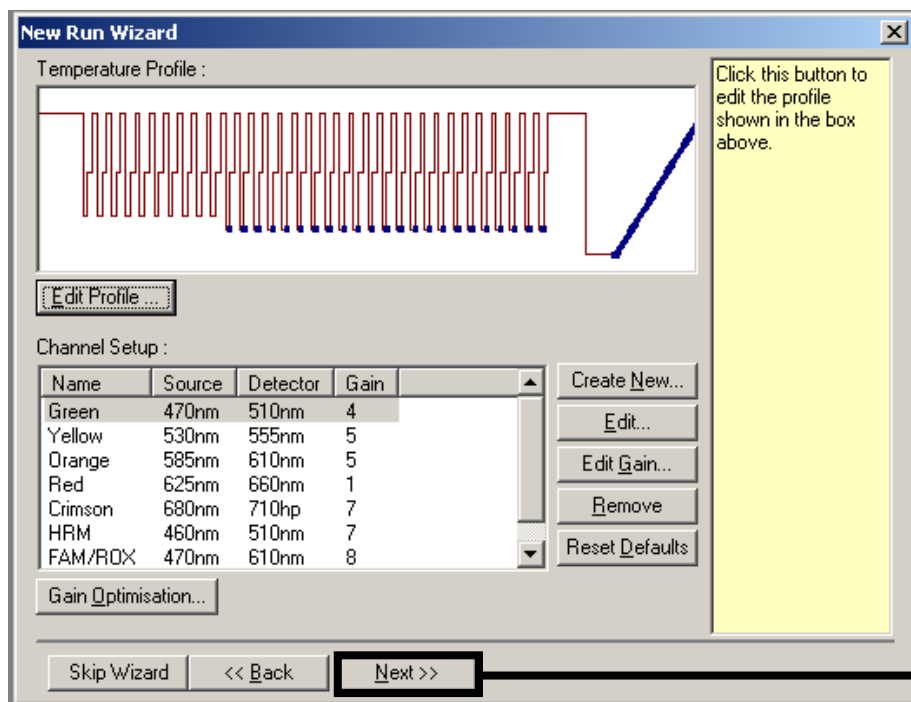
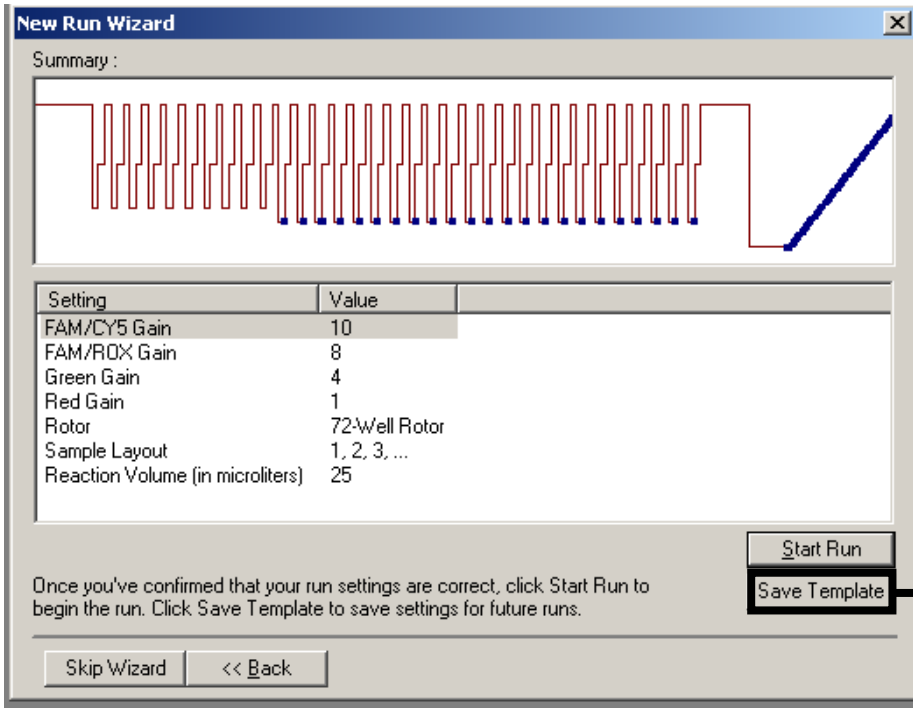

Abbildung 18. Zusammenfassung des Temperaturprofils.
Abbildung 19. Speichern der Vorlage zum späteren Gebrauch.
Zusammenfassung und Speichern der Vorlage	Abbildung 18, Abbildung 19
12. Speichern Sie die Vorlage für später ab („Save Template“, **Abbildung 19**).